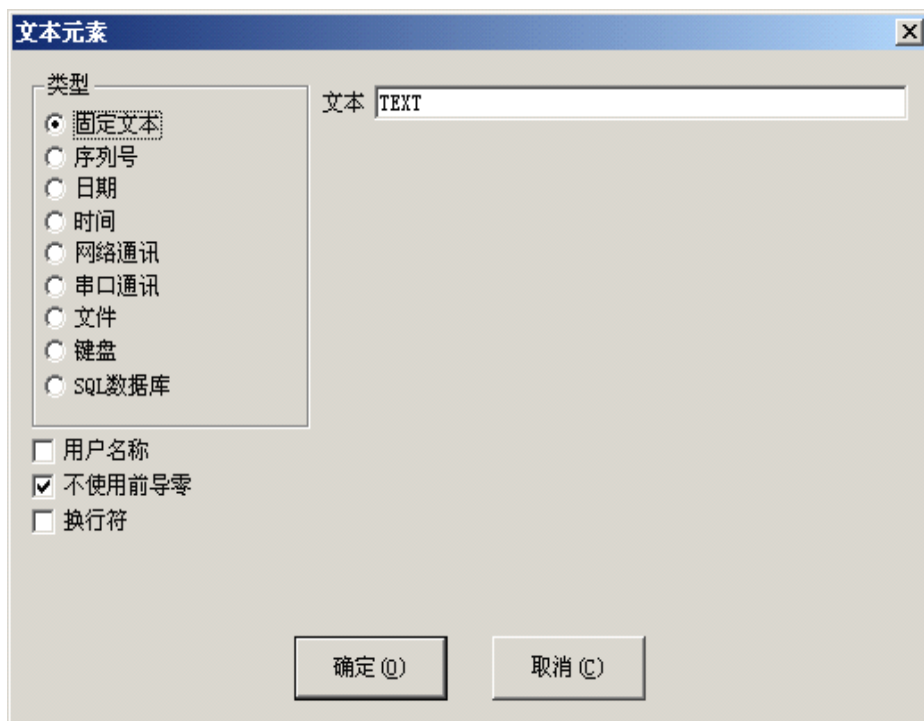

图 4-41 文本元素对话框
用户点击增加文本元素后系统会弹出如图 4-41 所示对话框。
2. 选择生成的文本对象, 选择使能变量文本, 然后点击增加按钮, 系统会弹出图 4-41 对话框, 选择网络通讯一项, 设置网口参数, IP 地址参数填入服务器计算机的 IP, 这里为 192.168.0.1; 端口参数设置为用于通讯的端口号, 这里为 1000, 注意网口参数必须和服务器计算机上设置的网口参数一样, 否则会导致无法通讯。